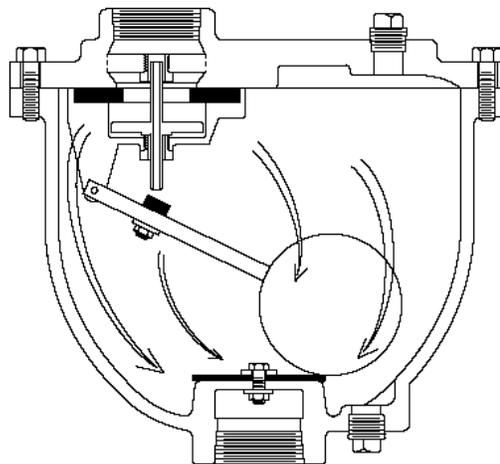

FIGURA 4. El aire entra a la tubería durante el drenaje
3. Cuando el sistema es drenado, el tapón reabrirá permitiendo que el aire rápidamente vuelva a entrar en el sistema de tuberías. Véase la Figura 4.